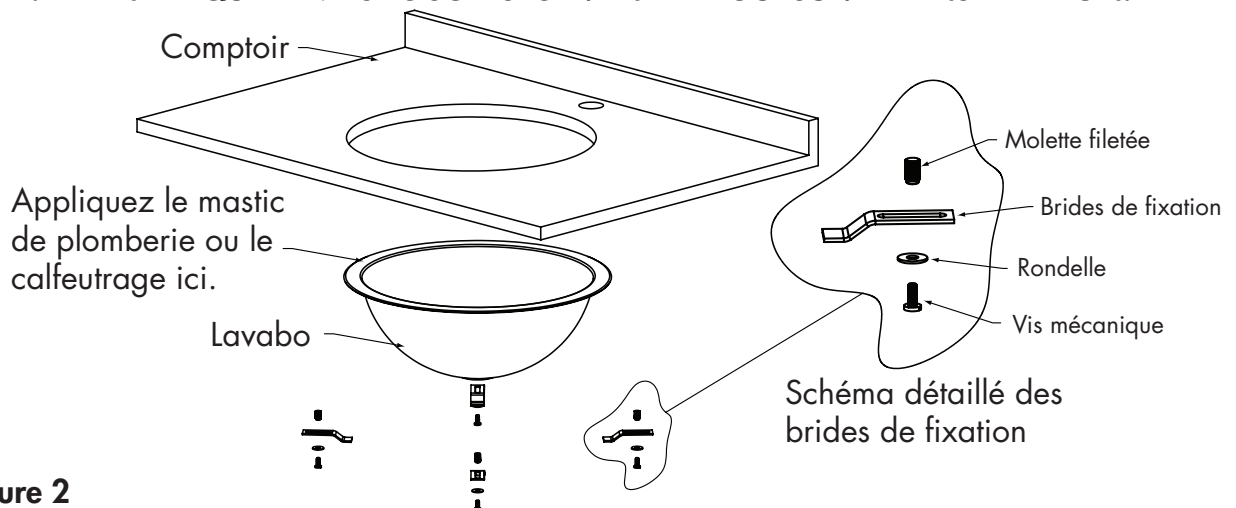

Figure 2
- Reportez-vous à la figure 2, au schéma détaillé des brides de fixation. [Installation pour comptoirs de surface solide d'une épaisseur minimum de 1 po (25 mm). L'installateur doit fournir les ancrages pour les comptoirs plus minces.]
- Pour l'installation sur une surface solide, percez des trous pour ancrages **d'un diamètre de 3/8 po (0,95 cm) et d'une profondeur de 1/2 po (1,27 cm)**. Appliquez une petite quantité de **résine époxyde** (non incluse) sur l'extrémité fermée de la **molette filetée (C)**. Insérez la molette filetée (extrémité filetée ouverte exposée).
- Fixez les **brides de fixation (B)** pour tenir le **lavabo** en place.